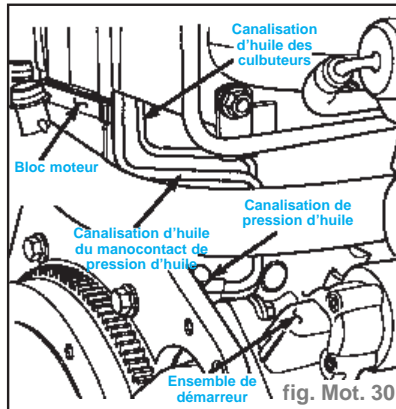

fig. Mot. 30
- Déposer la conduite d'alimentation en huile des ensembles du culbuteur (fig. Mot. 30).